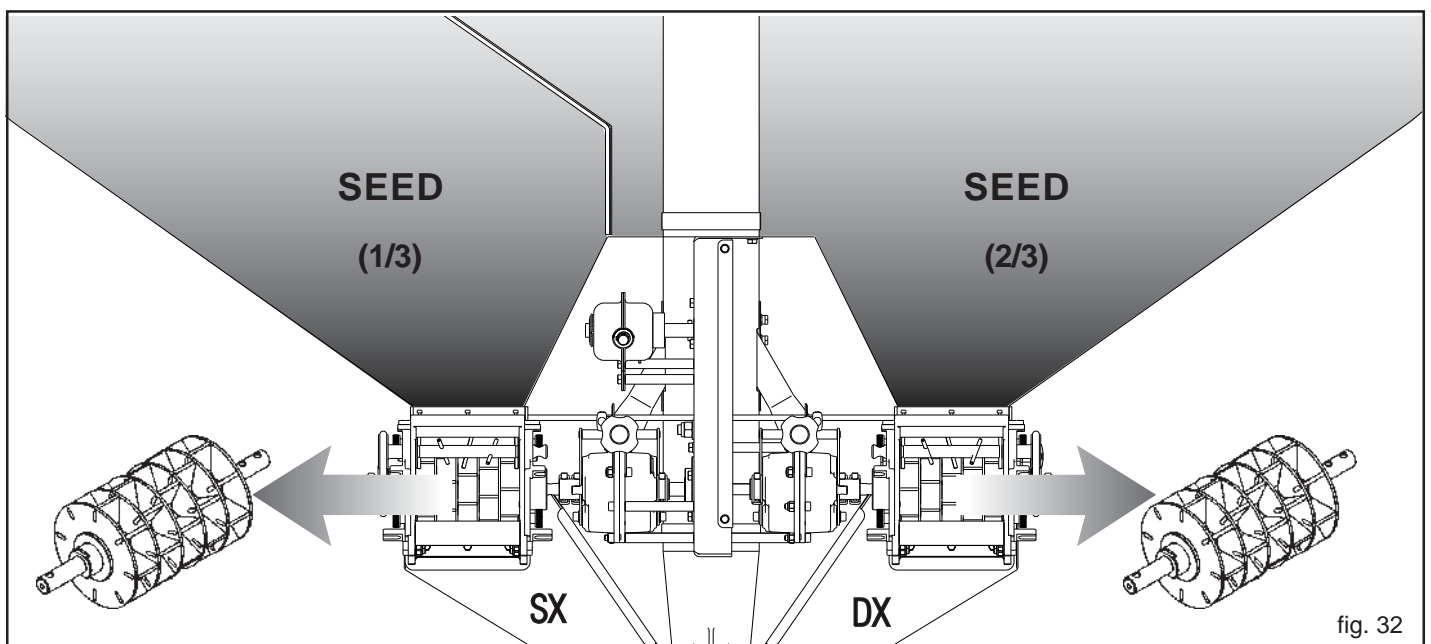

fig. 32
- 2) SEED-SEED (Fig. 32).
## 3.4.4.2 SEED-SEED CONFIGURATION (Fig. 32)